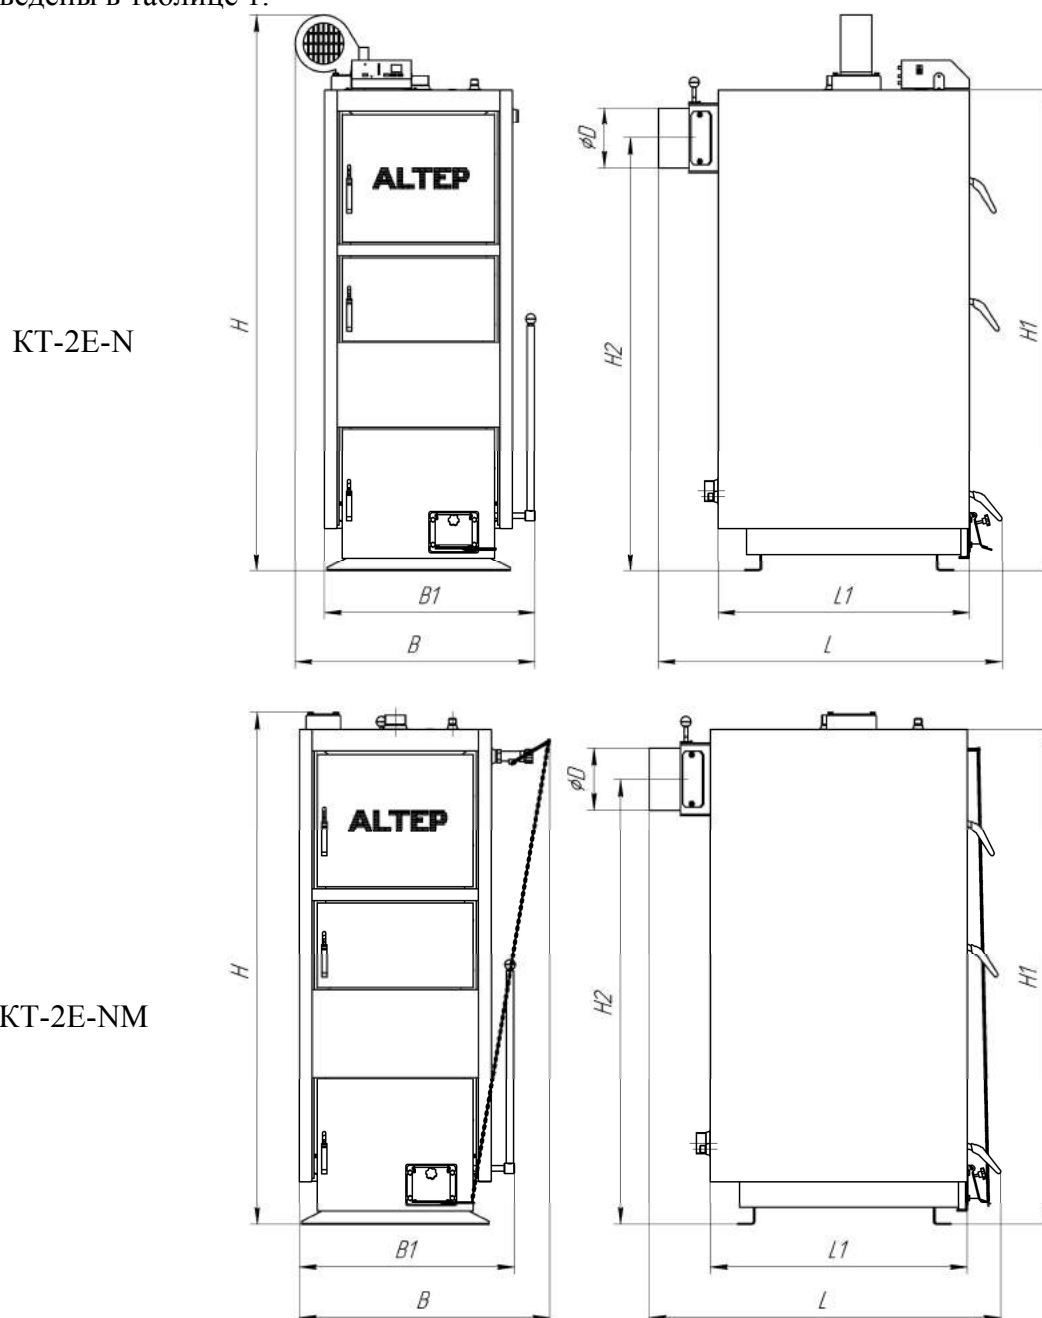

Рисунок 1 – Габаритный чертёж котла типа КТ-2Е-N (NM)
Основные технические характеристики котлов типа КТ-2Е-N (NM) (рисунок 1) приведены в таблице 1.